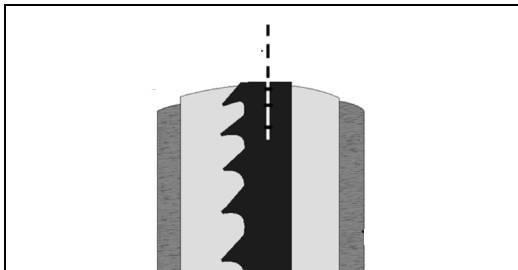

Fig 23
8. Au besoin ajuster le circuit du ruban par la vis de microréglage du déroulement du ruban (F, Fig 23).